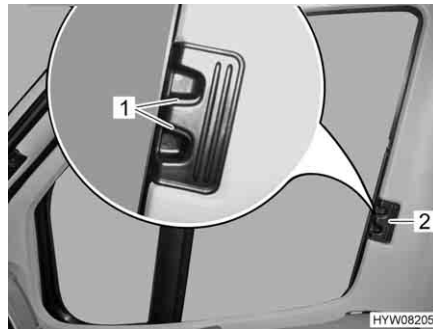

Bild 83 Plisségardin för förar-/passagerarfönster
- Tryck in låshandtagen (Bild 83,1) och håll dem intryckta.
- Ta tag i handtaget (Bild 83,2) och dra plisségardinerna för förar-/och passagerarfönstret till den andra fönstersidan och fäst med magnetremarna.
- Ta tag i handtaget (Bild 83,2) till plisségardinerna för förarfönstret och passagerarfönstret och skjut in dem så långt det går.
- Släpp låshandtagen (Bild 83,1) och låt dem haka fast.